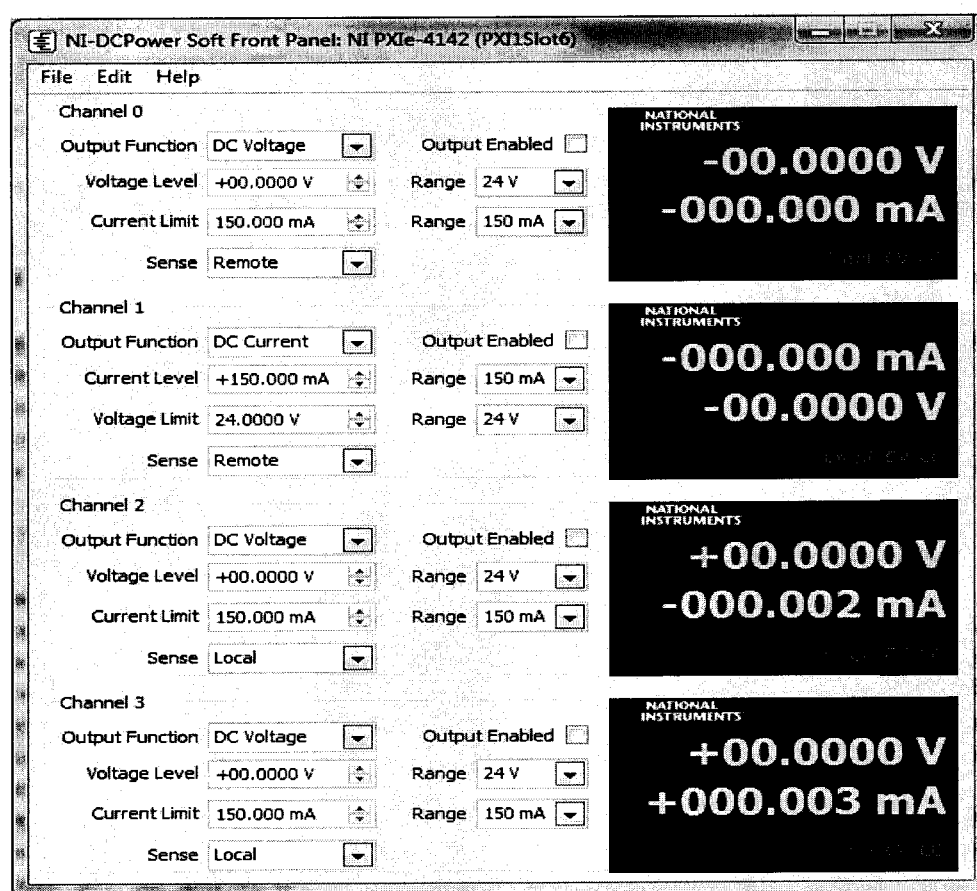

Рис. 6
7.4.7.1.2 Запустить программу управления калибратором NI PXIe-4142.exe, (рисунок 6).
7.4.7.2.2 Запустить программу управления калибратором NI PXIe-4142.exe (рисунок 6).
7.4.7.3.2 Запустить программу управления калибратором NI PXIe-4142.exe (рисунок 6).
7.4.7.4.2 Запустить программу управления калибратором NI PXIe-4142.exe, (рисунок 6).